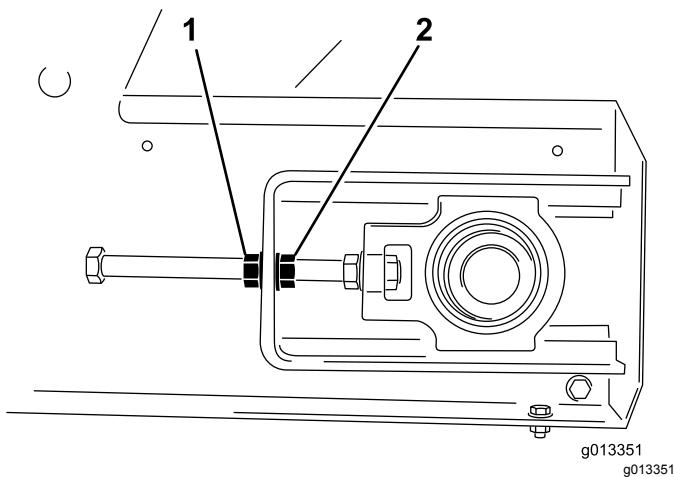

Figura 55
4. Usando 2 llaves, sujeté el extremo de la varilla tensora y luego afloje la contratuerca, es decir, la tuerca más próxima al extremo de la varilla (Figura 55).
3. En el lado hacia el cual se desvía la cinta, sujeté el extremo de la varilla tensora, luego afloje la contratuerca y apriete la tuerca de ajuste 2 caras de la tuerca (Figura 55).